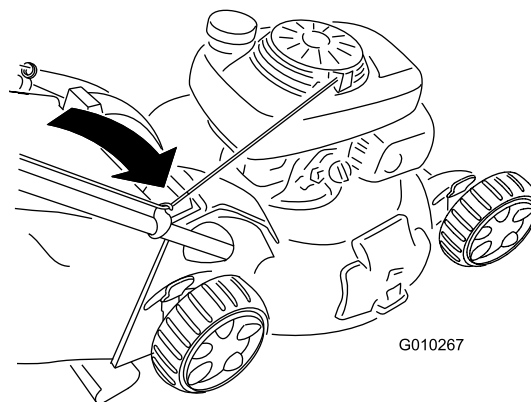

Рисунок 30
2. Проложите трос стартера вокруг нижней направляющей троса (Рисунок 30).